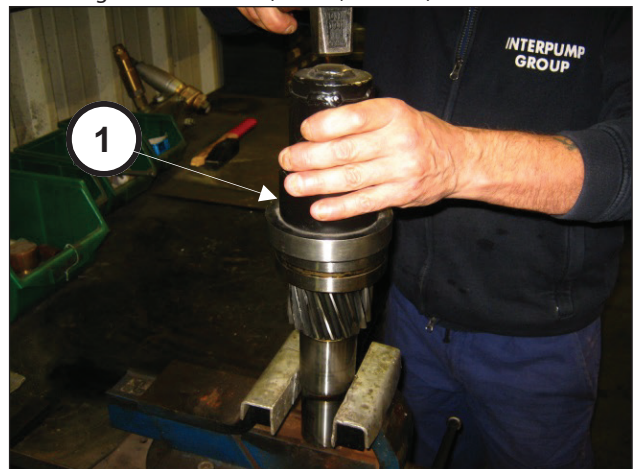

Abb. 75
Montieren Sie das Lager 45x100x36 am Ritzel mithilfe des Werkzeugs Art. 27884800 (Pos. ①, Abb. 75).